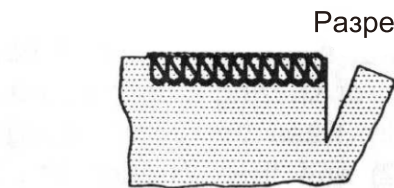

Рис.2
Ширина строчки осуществляется с помощью регулятора ширины отреза в диапазоне от 4 до 7 мм. Заводская установка ширины отреза - 6мм. Установите значение "5" если край ткани сворачивается во время работы (рис.1) Установите значение "7" если петли выступают за край ткани. (рис.2)
**Примечание:** Если Вы одновременно производите обмётку и обрезку края материала, надрежьте ткань вдоль новой линии строчки приблизительно на 3 см, перед тем как повернуть ткань (см. рис. 2).
2. Проведите шнур через ближнее или дальнее отверстия в лапке (в зависимости от операции, см. рис. 2 и 3) и заведите его назад под лапку.
пропустите шнур через ближнее отверстие, убедившись, что он проходит между левой и правой игольными нитками (рис. 2).